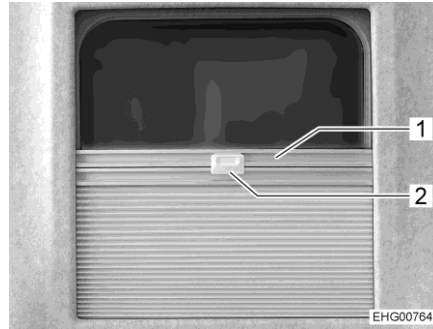

Fig. 22 Estor plegable y protección contra insectos
- Agarrar el tirador (Fig. 22,2) por el centro y tirarlo hacia abajo/arriba con precaución. El estor plegable permanecerá en cualquier posición deseada.
- Agarrar el tirador (Fig. 22,1) por el centro y tirarlo hacia abajo/arriba con precaución.
- Enganchar la protección contra insectos en el tirador (Fig. 22,2) del oscurecedor para que no se mueva hacia arriba.